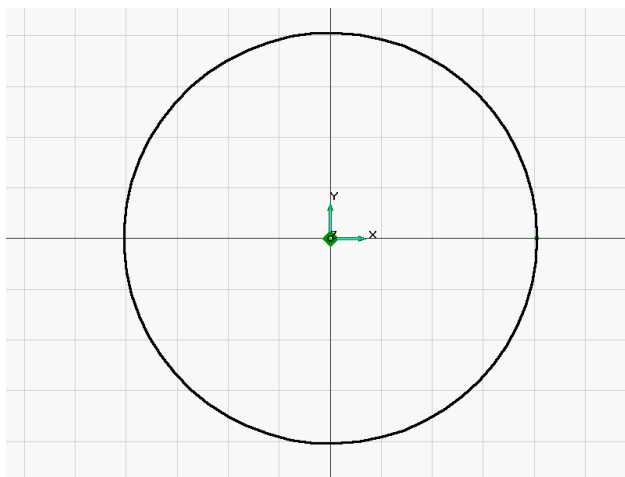

Рисунок 2.2 – Побудова кола заданим діаметром
3. Натисніть клавішу «Home» на клавіатурі. Курсор буде встановлений в точку початку системи координат ($X = 0$, $Y = 0$, $Z = 0$) (system of coordinates). Клацніть лівою кнопкою миші. Буде побудовано коло діаметром 81 (рис. 2.2).